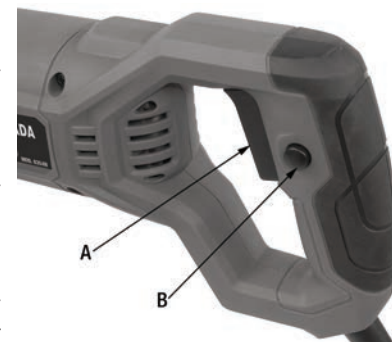

FIGURE 3
Pour mettre la scie **en marche**, appuyez sur la gâchette (A) Fig.3. Relâchez la gâchette pour la mettre **en arrêt**. Vous pouvez verrouiller la gâchette en place pendant une opération en appuyant sur le bouton de verrouillage (B). Pour déverrouiller la gâchette et la mettre en arrêt, enfoncez et relâchez la gâchette.
Votre scie alternative est dotée d'une gâchette à vitesse variable (A) Fig.3, conçue pour permettre à l'utilisateur de contrôler la vitesse et les limites de puissance. La vitesse et la puissance de votre scie peuvent être augmentées ou diminuées en fonction de la pression exercée sur la gâchette. Évitez de faire fonctionner la scie en vitesse lente pendant de longues durées. Un fonctionnement continu à basse vitesse peut causer le surchauffement de la scie. Si cela se produit, laissez refroidir votre scie en la faisant fonctionner à vide à la vitesse maximale.